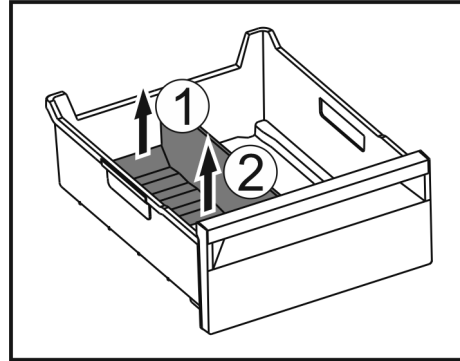

Fig. 124
- Hinteren Teil des Eisfach-Trenners anheben. Fig. 124 (1)
- Eisfach-Trenner nach oben entnehmen. Fig. 124 (2)